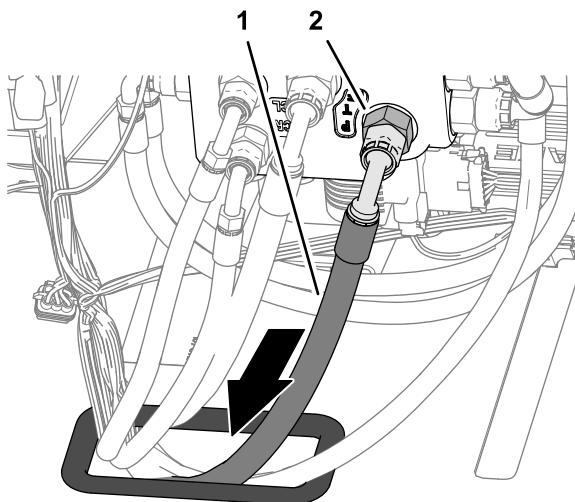

図 123
5. 油圧ポンプ ホース 10 x 2921 mm の端を、45°継手でフロアプレートのグロメットに通します (図 123)。
6. 油圧ポンプホース 10 x 2921 mm のエルボ継手をステアリングバルブのポートPT継手に取り付け、両方のホース継手を締め付けます (図 123)。